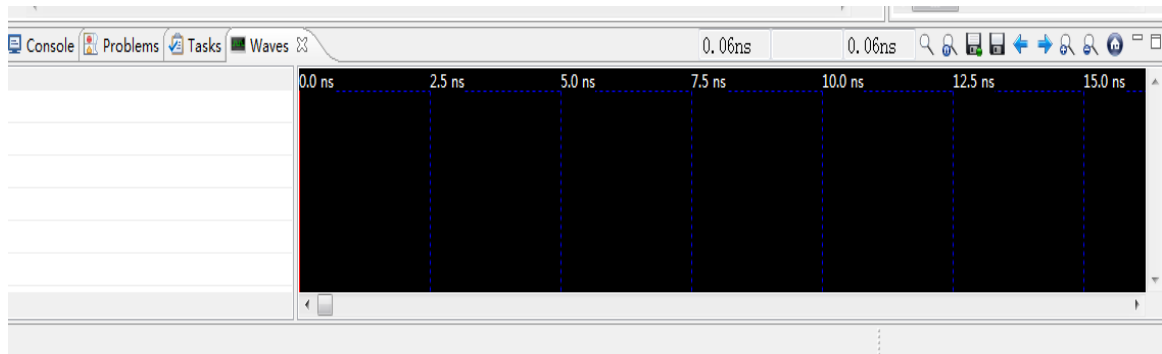

图 6
- 1.调试没有错误的情况下，Tools 下拉列表中选择 Waveform Analyzer\open waveform analyzer, 出现如图 6 所示波形显示图;